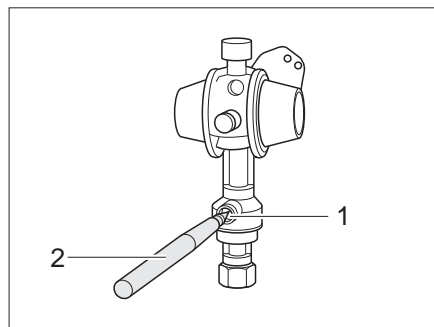

Fig. 161 Sensore di crash
- Con una penna (Fig. 161,2) premere il pulsante di sbloccaggio (Fig. 161,1) e tenerlo premuto per diversi secondi.